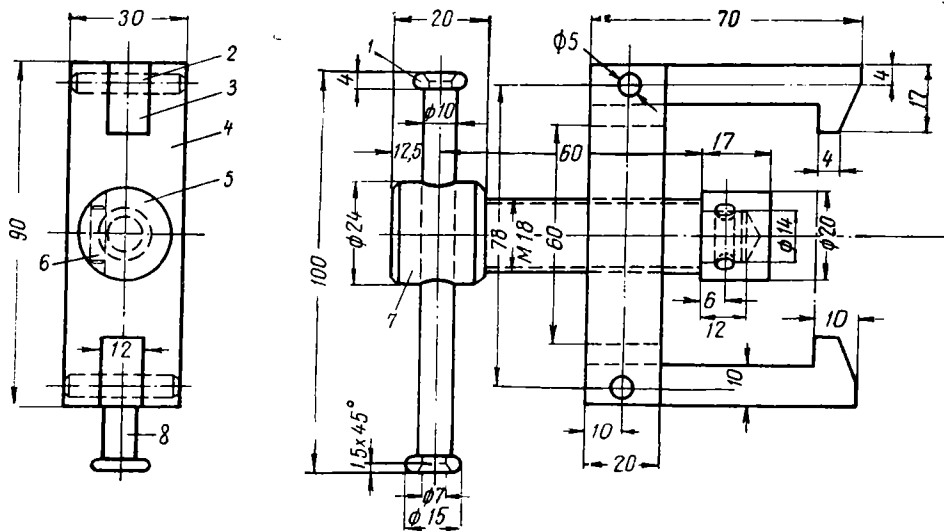

Рис. 2. Съёмник для снятия с двигателя приводной муфты
2. Снять муфту с храповым устройством с помощью съёмника (рис. 2), вынуть шпонку. Снять стопорное кольцо с муфты и разобрать шайбу, пружину и шестерню пускового механизма.